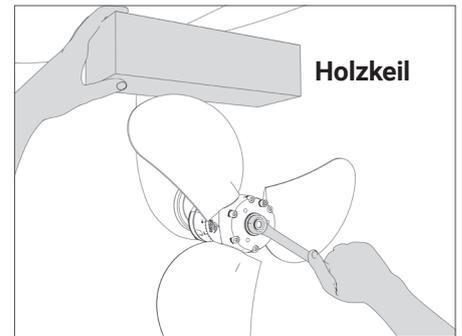

ABB. 3 Blockieren der Drehung
- Um ein Verbiegen der Propellerblätter beim Drehen zu vermeiden, drehen Sie die Blätter vorsichtshalber in die Schubposition (nicht in Segelposition) und blockieren Sie die Drehung mit einem Holzkeil zwischen dem Propellerblatt und dem Bootsrumf. (**Abb. 3**).